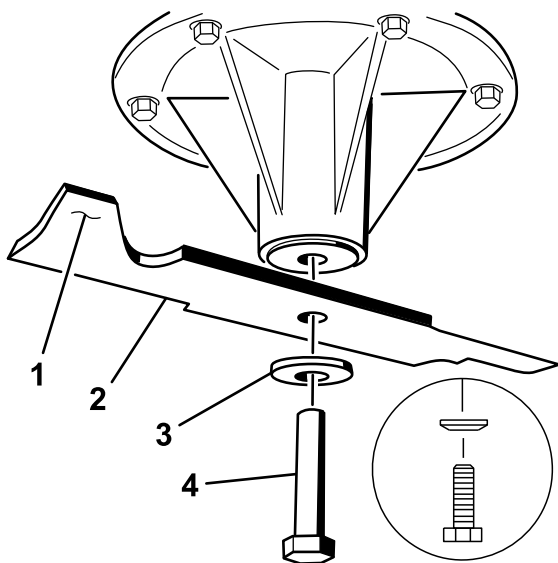

Figura 106
1. Montate la lama sull'asse del fusello (Figura 106).
2. Montate il disco elastico e il bullone della lama (Figura 106).
Nota: Il cono del disco elastico deve essere rivolto verso la testa del bullone (Figura 106).